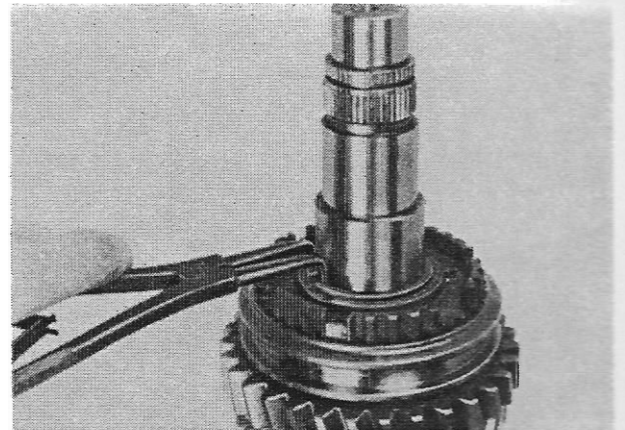

Abb. 17
3. Anlaufscheibe (415) abnehmen und Sicherungsring
(414) ausfedern (Abb. 17). Hauptwelle ausspannen